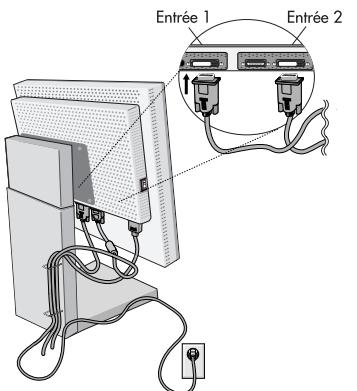

Figure C.1
3. Connectez le câble signal DVI au connecteur à l'arrière du moniteur. Placez le câble de signal vidéo (**Figure C.1**). Connectez uniquement VGA ou DVI a l'entrée 2.
4. Connectez une extrémité du cordon d'alimentation à l'arrière du moniteur et l'autre à la prise de courant (**Figure C.1**).